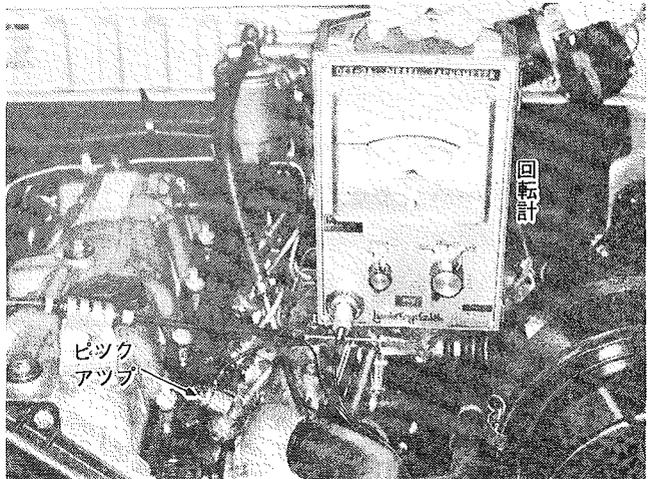

図4-328 回転計接続(イヤサカ DAT-3 Aの場合) L5810
3. ノズル ホルダに回転計のマグネット式ピックアップを取り付ける。(図4-328)